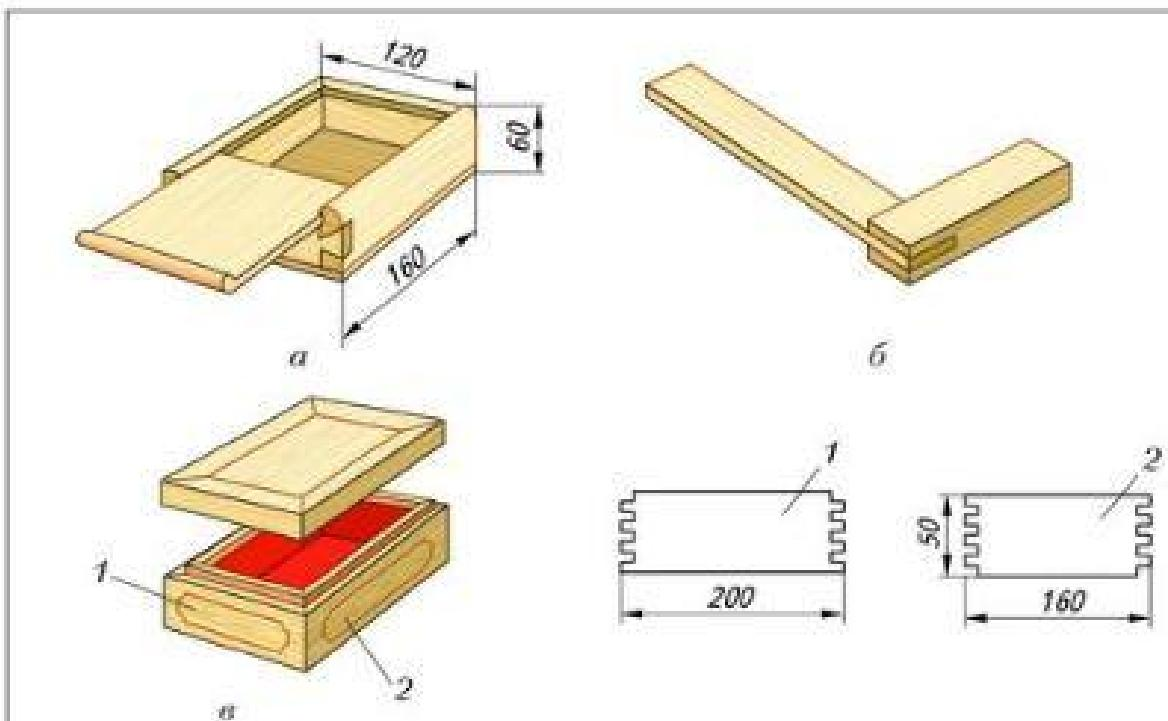

Рис. 21. Изделия из древесины с шиповыми соединениями: *а* – коробка для мелких деталей; *б* – угольник; *в* – шкатулка: 1, 2 – боковые стенки
1. Подготовьте бруски для деревянной рамки, изготовленные на практической работе № 7, или заготовки коробки (рис. 21, *а*), угольника (рис. 21, *б*), шкатулки (рис. 21, *в*), аптечки (см. Приложение, рис. 119), заготовки для своего проектного задания, где для изготовления изделия применяется шиповое соединение брусков.